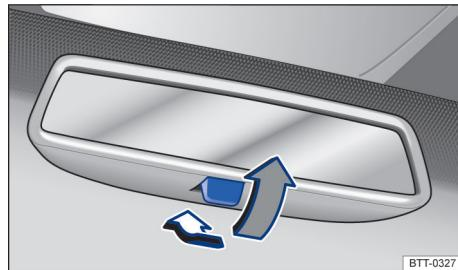

图 74 手动防眩目车内后视镜
- 后拨调整杆即可将车内后视镜调至防眩目状态 → 图 74。